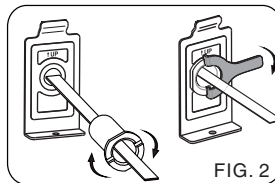

FIG. 2
2. Coloque la placa soporte sobre el extremo de la lente y a continuación atornille el tubo de amarre en la parte roscada de la cámara hasta que quede bien sujeto. Esto fija la placa a la puerta. Asegúrese que la flecha marcada en la placa señala hacia arriba (FIG.2).